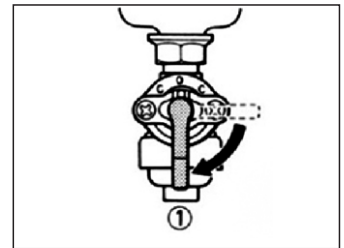

Рисунок 5 – Запуск двигателя
- Откройте топливный кран. (Рис.5)
\*Примечание. В капоте двигателя есть технологическое отверстие для доступа к рычагу декомпрессии двигателя. (Рис.5)